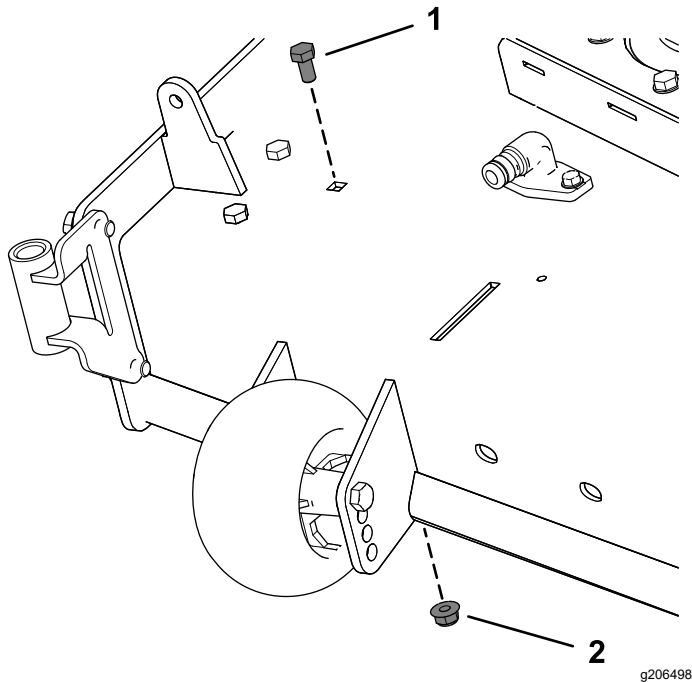

Figure 8
- Retirez le boulon et l'écrou existants du plateau de coupe (Figure 8).
Sur les plateaux de coupe de 137 cm, retirez le boulon et l'écrou comme montré à la Figure 8.